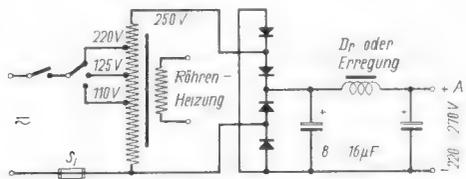

Bild 3. Spartransformator mit Selengleichrichter in Brückenschaltung
- Eine Netzteil-Schaltung mit Transformator in Sparschaltung zeigt Bild 3, während mit Bild 4 die Schaltung eines Normal-Transformators mit getrennten Wicklungen veranschaulicht ist. In beiden Schaltungen fehlt die Heizwicklung für die Gleichrichterröhre. Der Transformator kann also um die Heizleistung für die Gleichrichterröhre kleiner dimensioniert werden. Bei der Normalausführung nach Bild 4 wird durch die einfache Anodenwicklung weiterhin Wickelraum eingespart, so daß sich die Abmessungen des Transformators auch aus diesem Grund verkleinern. Bei der vergleichenden Berechnung eines Transformators mit Gleichrichterröhre und eines solchen mit Selengleichrichter in Brückenschaltung nach Bild 4 kommt man zu dem Ergebnis, daß im Durchschnitt eine Einsparung von 10% des Eisenkernquerschnittes durch die Verwendung eines Selengleichrichters möglich ist. Bei dem immer noch schwer zu beschaffenden Dynamobloch ist eine solche Einsparung zu begrüßen. Durch den einfacheren Transformator ist weiterhin eine Einsparung an Kupferlackdraht möglich. Insgesamt macht sich dies bei der Herstellung des Transformators preislich schon bemerkbar.